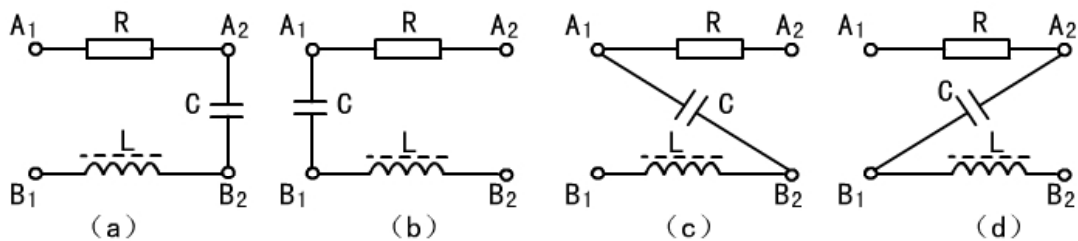

图9 电阻、电感、电容的四种连接
1. 在黑箱内  $A_1$ 、 $A_2$  接线柱间连有电阻， $B_1$ 、 $B_2$  间连有电感，有一电容可连接在  $A_1$ 、 $A_2$ 、 $B_1$ 、 $B_2$  四个接线柱的任何两个接线柱之间，共有如下 4 种可能，如图 9 所示。如何